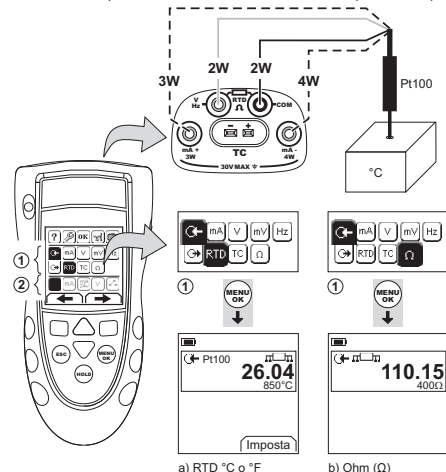
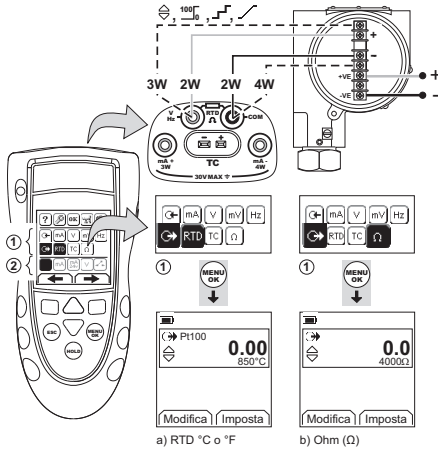

Figura 7: Esempio di configurazione – per misurare la temperatura o la resistenza
Figura 8: Esempio di configurazione – per simulare la temperatura o la resistenza
1. Collegare lo strumento (Figura 7 e Figura 8) e, se necessario, modificarne il Setup (Tabella 1).